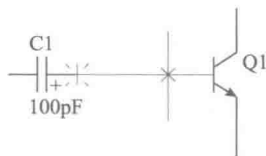

图 1-10 连接元器件
⑤ 当放置好所有的元器件之后，可以开始用导线将各个元器件连接起来。用鼠标单击快捷菜单栏的导线按钮或者单击菜单“放置→导线”，光标变成“*”状时，就可以连接各个元器件了。如果仔细观察的话，会发现光标捕捉到带有电连接性的点时，“*”字就变大且变成红色。按照“左键确定、右键取消”的原则操作鼠标连线，如图 1-10 所示。